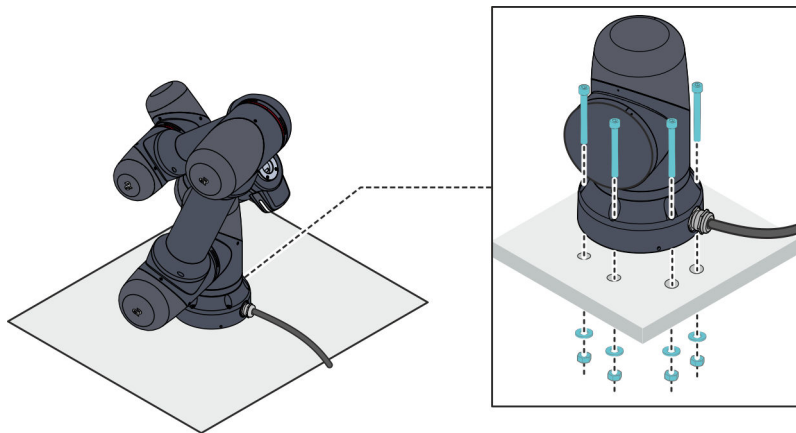

Abb. 50 Beispiel: Montage mit Durchgangsbohrungen (Teil 2)
16. Schraubverbindung der Roboterbasis für die verbleibenden 4 Bohrungen vorerst mit einem Anziehdrehmoment von 13 Nm herstellen Abb. 50.